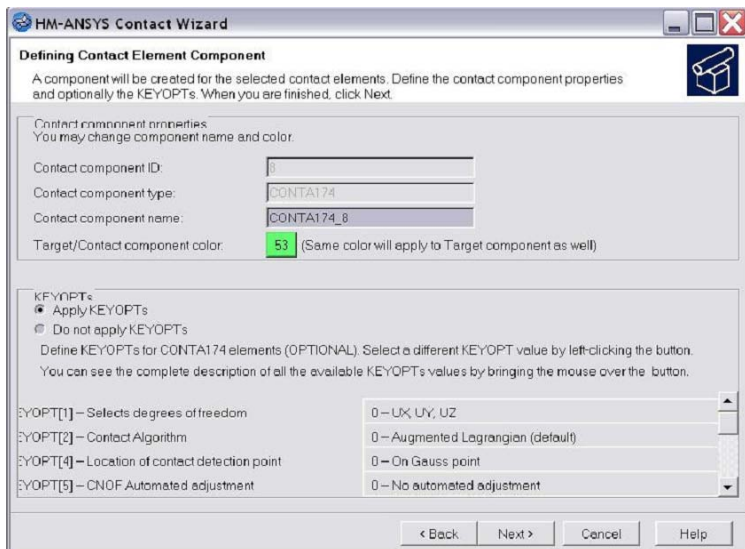

图 11-9 定义接触单元的属性
- (1) 窗口展现默认的接触 component 编号和类型，并且不能改变，如图 11-9 所示。
- (2) 接触 component 名称可以被改变，但是不能与其他 component 共名。